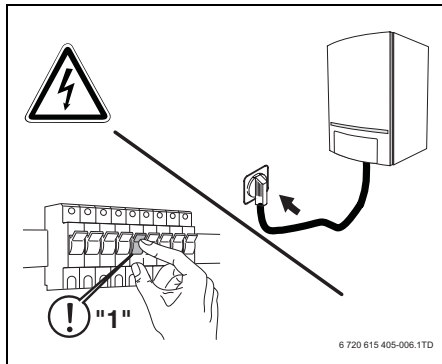

Bild 18 Återupprätta strömförbindelse
- Ta enheten i drift genom att sätta nätbrytaren (→ bild 18) och strömbrytaren i position "1" (ON) (→ bild 12, [1], sida 36).